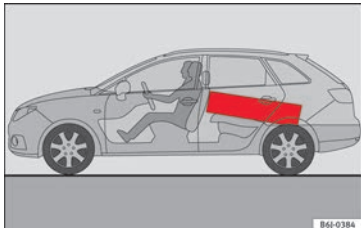

Bild 156 Placera tunga föremål så långt fram som möjligt.
- Placera tunga föremål så långt fram som möjligt i bagagerummet » **bild 156**.